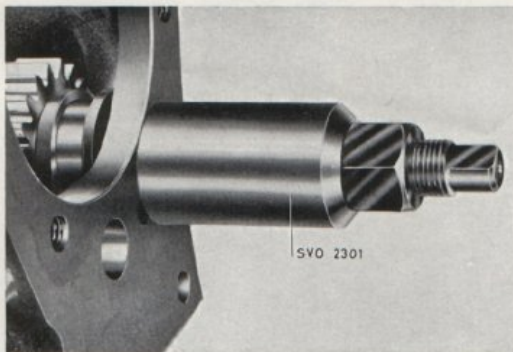

Bild 19. Demontering av backhjul.
10. Tag ut mellanhjulet. Drag ur axeln för backhjulet med avdragare SVO 2301, bild 19. Tag ut backhjulet och övriga delar.